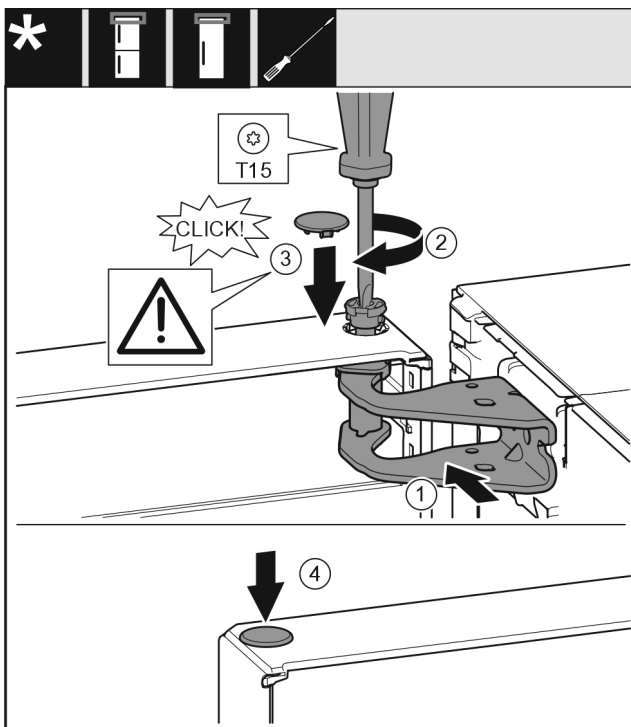

Fig. 20
- ▶ Tür oben zur Öffnung im Lagerbock ausrichten. Fig. 20 (1)
- ▶ Bolzen Fig. 20 (2) einsetzen und mit Schraubendreher festschrauben.
- ▶ Sicherungsabdeckung Fig. 20 (3) zur Sicherung der Tür montieren: Sicherungsabdeckung einsetzen und kontrollieren ob sie auf der Tür aufliegt. Ansonsten Bolzen vollständig einsetzen.
- ▶ Stopfen Fig. 20 (4) einsetzen.